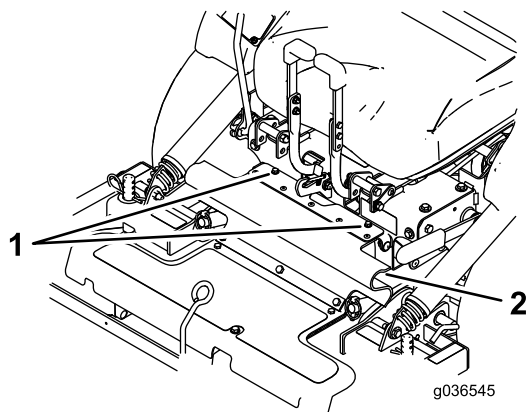

Figure 80
8. Desserrez les boulons fixés au déflecteur en caoutchouc (Figure 80).
8. Alignez la partie supérieure de la protection en caoutchouc et fixez-la avec les boulons présents (Figure 80).